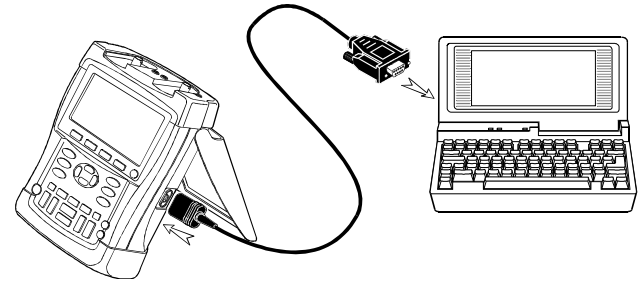

Рис. 33. Подключение компьютера
- С помощью оптически изолированного кабеля с адаптером RS-232 (PM9080) компьютер подключается к оптическому порту (OPTICAL PORT) прибора. (См. рис. 33.)